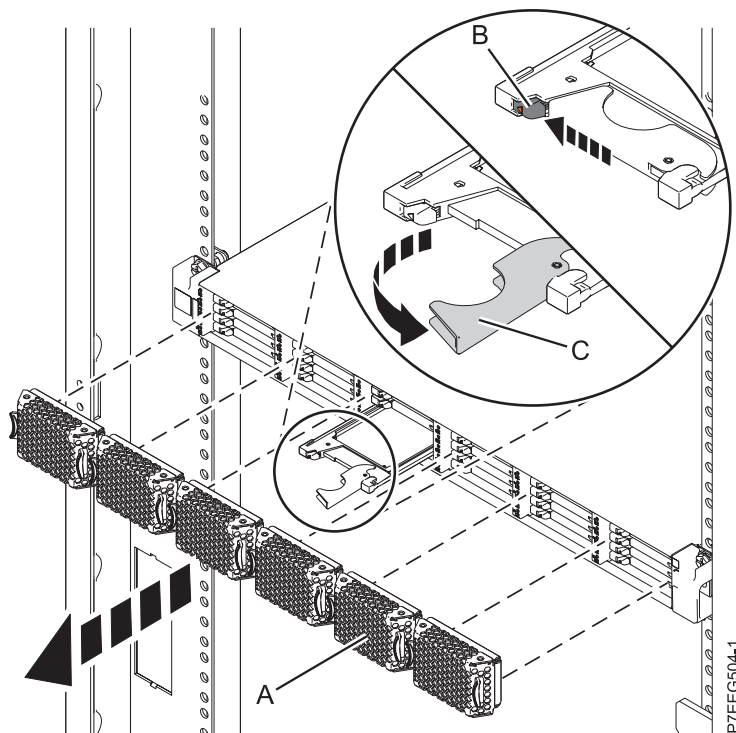

Figura 29. Extracción de la unidad de estado sólido de Alojamiento de almacenamiento 5888 PCIe
2. Deslice suavemente el pestillo de liberación (**B**) por encima para desbloquear el asa de la unidad; consulte Figura 29 en la página 49.